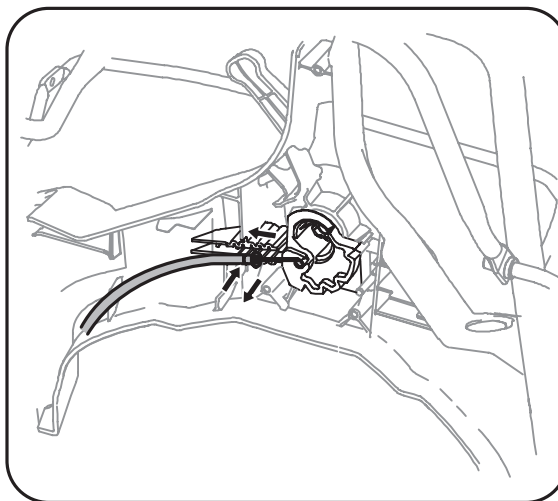

Figure 5-4
7. Avec une pince à bec effilé ou un outil semblable, déplacez l'œillet du câble dans la fente à gauche, comme à la Figure 5-4.